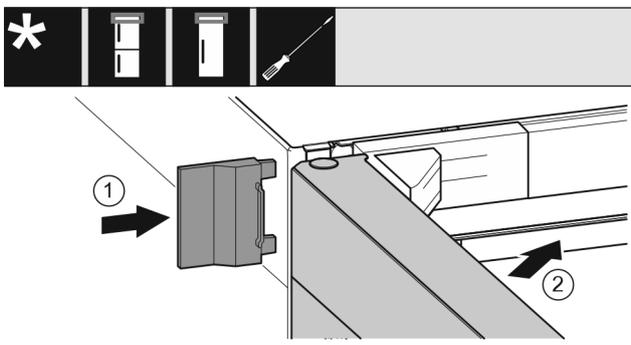

Fig. 36
- ▶ Äußere Abdeckung aufschieben. *Fig. 36 (1)*